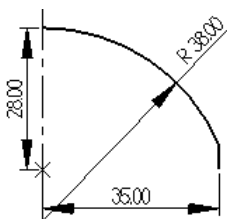

图 5.4.7 标注尺寸
④ 单击 按钮，完成曲线的修剪。
(6) 标注尺寸。在 下拉列表中选择第一个选项 。选择下拉菜单 **绘图 (C)** **尺寸标注 (D)** **快速标注 (S)...** 命令标注尺寸如图 5.4.7 所示。